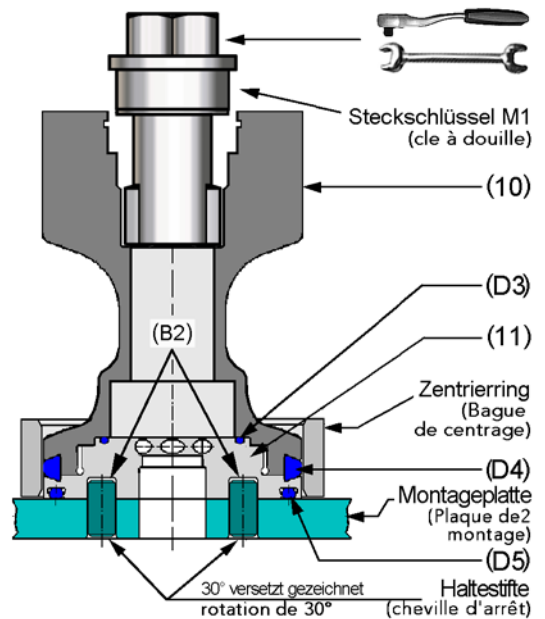
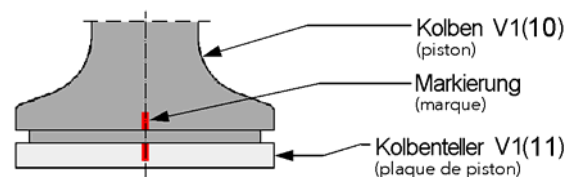

Fig. 3
Fig. 4
- Démontez la bague d'étanchéité (D4) le joint torique (D6) et la plaque de piston V2 (12).
- Dévisser les vis hexagonal (16).
- Pousser le lanterne (14) en direction de « X » jusqu'à ce que l'orifice (B1) soit visible.
- Fixer la plaque de montage M6 avec les goupilles d'arrêt dans les orifices (B2) de la plaque de piston V1 (11) et bloquer avec la clé à ergots M4 par contre-pression sur l'orifice (B1). Dévisser la plaque de piston V1 (11) avec le piston V1 (10).
- Pousser l'insert (7), le joint de tige (D1) et la douille de palier (8) à partir du piston V1(10) vers la plaque de piston V1(11).
- Dévisser le piston V1(10) de la plaque de piston V1(11) à l'aide de la clé à douille M1 (voir Fig. 3 page 8).
- Démontez le limiteur de course (15).
- Visser manuellement la plaque de piston V1(11) sans la bague d'étanchéité dans le piston V1(10) jusqu'à la butée métallique.
- Procéder au marquage en couleurs des surfaces du piston (voir Fig. 4 page 8), puis démonter.
- Monter la bague d'étanchéité (D4) sur le piston V1(10) et visser manuellement la plaque de piston V1(11) dans le piston V1(10).
- Serrer la plaque de montage dans l'étau et fixer la plaque de piston V1(11) avec le piston V1(10) (voir Fig. 3 page 8).
- Placer la clé à douille M1 sur le piston V1(10) (Fig. 3 page 8) et visser jusqu'à la butée métallique (Fig. 4 page 8).
- Monter le plateau de piston V2(12) sans la bague d'étanchéité dans le piston V2(13) jusqu'à la butée métallique.
- Procéder au marquage en couleurs sur les surfaces du piston (Fig. 4 page 8) puis démonter.
- Placer la bague d'étanchéité (D4) dans la plaque de piston V2(12) et la monter dans le piston V2(13).
- Visser le piston V2(13) dans le piston V1(10) jusqu'à la butée métallique.